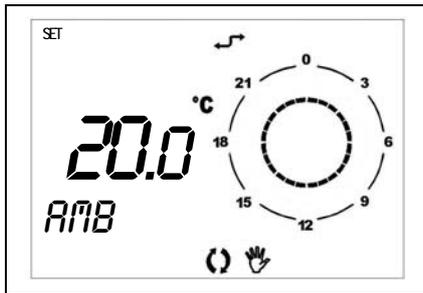

Figura 14
- Funzionamento **AUTOMATICO FORZATO**: segnalato dalla compresenza dell'icona automatico e dall'icona manuale (vedi Figura 14).